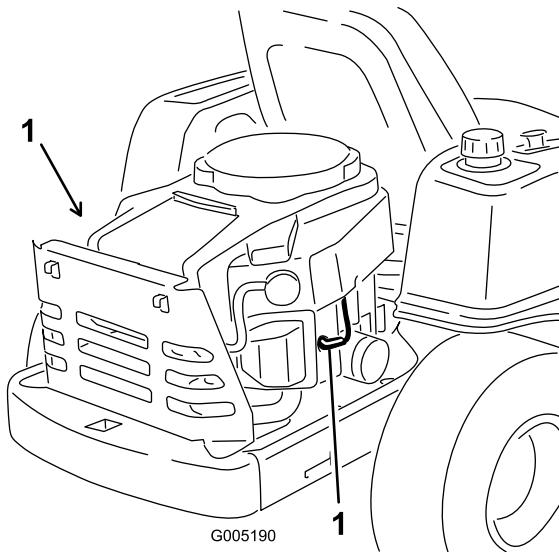

Figura 31
- Retire el cable de la(s) bujía(s) (Figura 31).
3. Conecte el cable a la bujía (Figura 31).